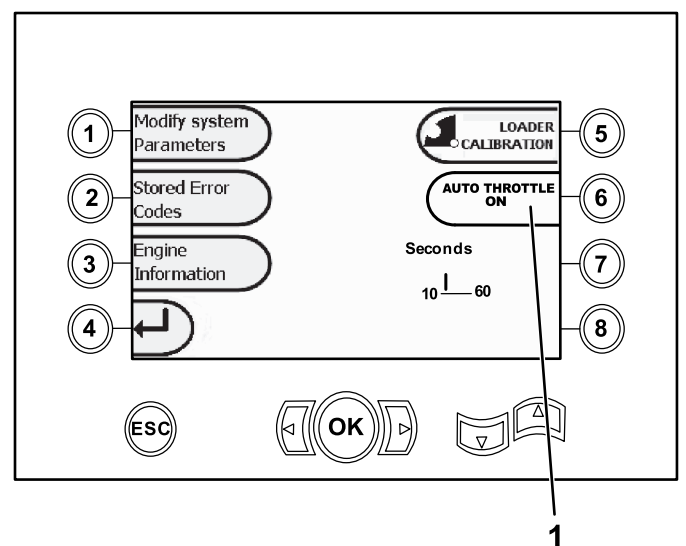
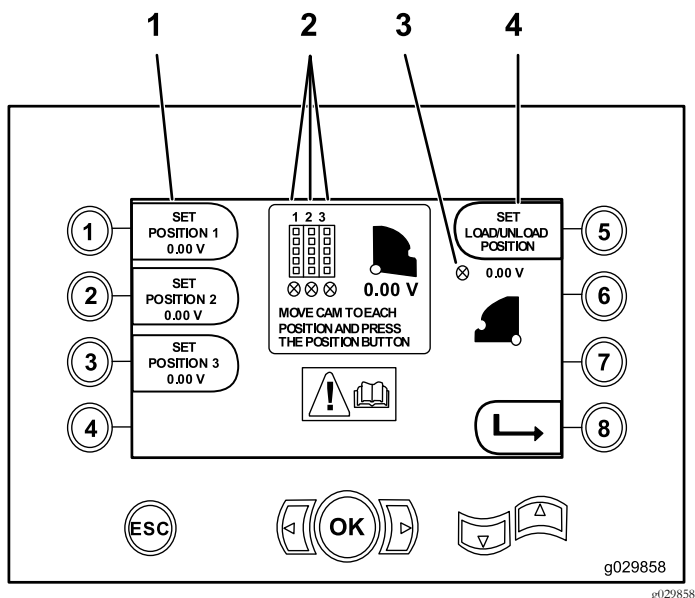

Figura 18
Figura 26
Versiones de software K y superiores únicamente: use esta pantalla para calibrar las levas del cargador (Figura 18) como se describe en Figura 26.
Versiones del software V y posteriores solamente: utilice esta pantalla para cambiar la opción del acelerador automático (Figura 18).
Para ingresar a esta pantalla, pulse el botón 1 en Pantalla de diagnóstico y actualización \(página 7\) para seleccionar Modificar parámetros del sistema (Figura 18).
- Botón 1 – Fijar la posición 1 (Figura 26)
- Botón 2 – Fijar la posición 2 (Figura 26)
- Botón 3 – Fijar la posición 3 (Figura 26)
Para fijar la posición de carga o descarga, pulse el botón 5 (Figura 26).